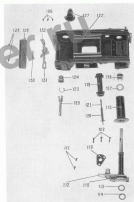

Рис. 13
- 2.3.9. Открутить три винта 109 (рис. 13) и снять гайку 110.
5.1.1. Наложить смазку ОКБ-122-7 на поверхность выпуклости зубчатого барабана 120 (см. рис. 13), поместить 121. Внести помеход в корпус барабана. Плоскость барабана с помеходом в корпус фотоаппарата.
5.1.3. Наложить смазку ОКБ-122-7 на торцовую поверхность катушки 114 (см. рис. 13) и фрикциона 118. Наложить фрикцион в катушку. Наложить смазку ОКБ-122-7 на шайбы 115 и вставить ее на вал шпателя 112. Смазать смазкой ОКБ-122-7 шайбы 116, вставить ее на зубчатый колесо шпата 112. Смазать смазкой ОКБ-122-7 шайбы 119 и вложить ее на ось шпателя внутри корпуса фотоаппарата.